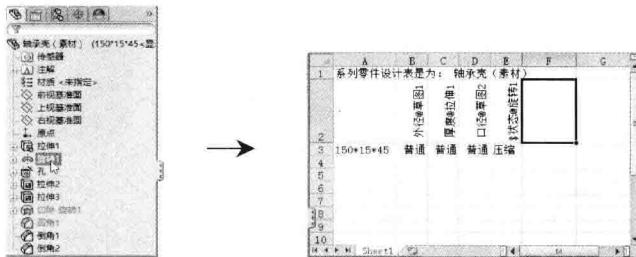

图 1-18 选择要设置的特征操作
STEP 5 双击“旋转1”特征，将其添加到表格（包括状态），如图1-18所示。